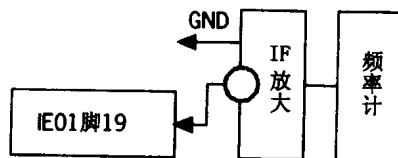

图 1-1-3
(1) 准备。如图 1-1-3 所示, 通过放大器 (增益约 4dB), 在 IE01 脚 19 和接地端之间连接上频率计。通